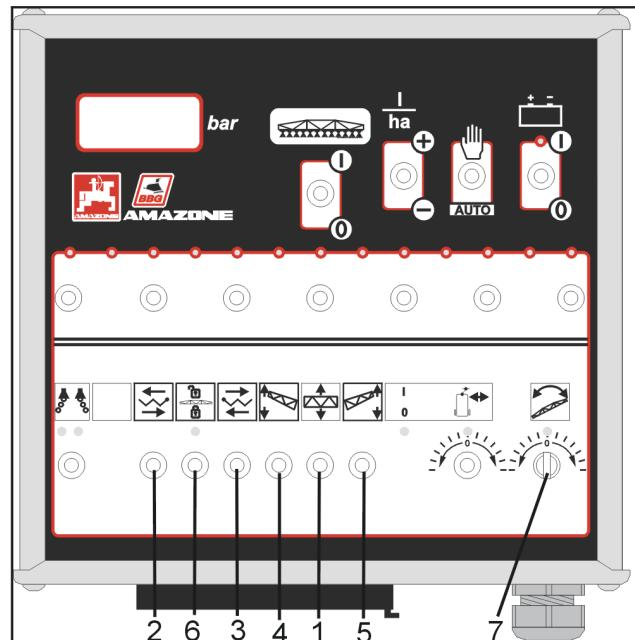

Рис. 8.29
- Сложеные штанги заблокируйте в транспортном положении при помощи автоматической транспортной блокировки, нажав клавишу (Рис. 8.29/1).